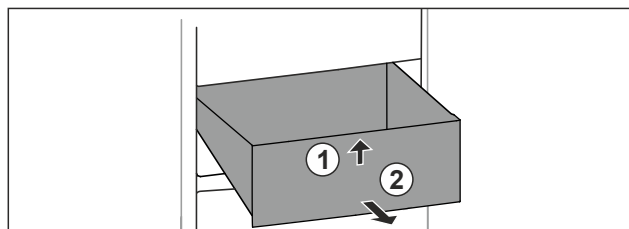

Fig. 30
- Lyft upp låda framtill. Fig. 30 (1)
- Ta ut låda genom att dra den framåt. Fig. 30 (2)